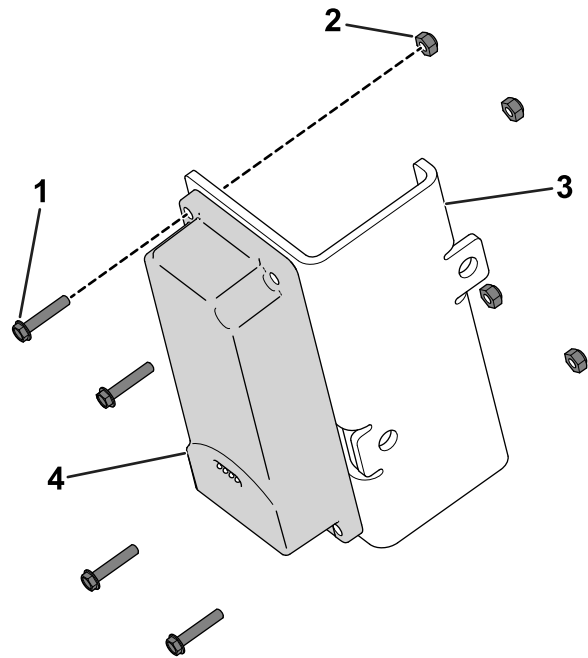

图 6
1. 使用 4 个六角头螺栓 (#10 x 1 英寸) 和 4 个锁紧螺母 (#10) 将远程信息处理装置固定到装置支架上图 6。